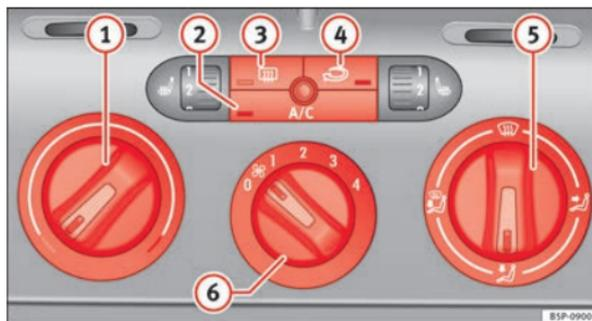

Fig. 126 Sur le tableau de bord : éléments de commande du Climatic.
- Les régulateurs ⇒ fig. 126 ① et ⑤ et la commande ⑥ permettent de régler la température, la répartition de l'air et la vitesse de la soufflante.
- Appuyez sur l'un des boutons ②, ③ ou ④ pour activer ou désactiver la fonction correspondante. Quand la fonction est active, le rectangle situé sur le coin inférieur du bouton s'allume.
① Régulateur de température ⇒ page 148
② Touche  – Allumer ou éteindre le système de refroidissement ⇒ page 148
- ③ Touche  – Dégivrage de lunette arrière. Cette fonction s'arrête automatiquement 20 minutes environ après son activation. Vous pouvez la désactiver plus tôt en appuyant sur le bouton.
- ④ Touche  – Recyclage de l'air ambiant ⇒ page 149
- ⑤ Régulateur de répartition de l'air ⇒ page 148
- ⑥ Commande de soufflante. Le débit d'air peut être réglé sur quatre vitesses. Lorsque le véhicule roule lentement, laissez toujours tourner la soufflante à basse vitesse.
- Mettez le climatiseur en marche à l'aide du bouton ⇒ fig. 126 .